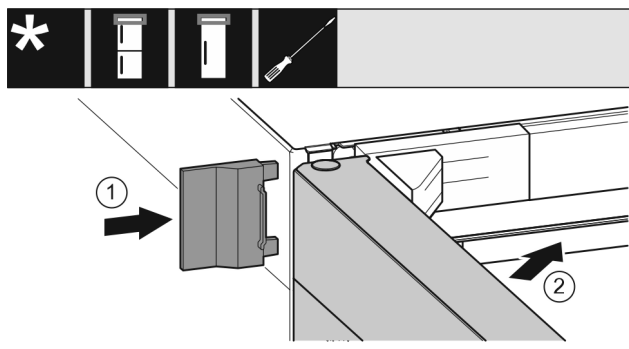

Fig. 26
- Насуньте зовнішню кришку Fig. 26 (1).
- Закрийте верхні дверцята Fig. 26 (2).